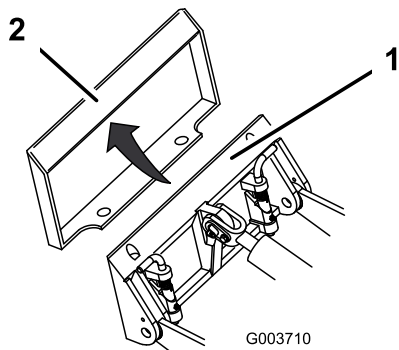

Figura 20
4. Posizionate la piastra di appoggio nel bordo superiore della piastra ricevente dell'attrezzo (Figura 20).